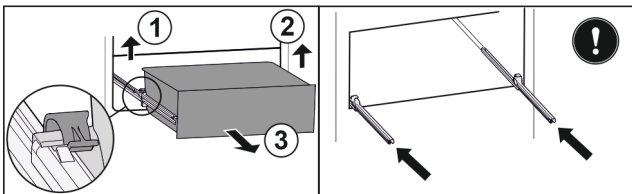

Fig. 91
- Linke Klemme anheben und gleichzeitig Schubfach links nach vorne ziehen. Fig. 91 (1)
- Rechte Klemme anheben und gleichzeitig Schubfach rechts nach vorne ziehen. Fig. 91 (2)
- Schubfach nach vorne entnehmen. Fig. 91 (3)